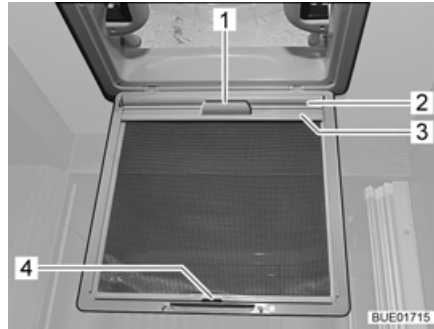

Bild 113 Mörklägningsrullgardin (taklucka)
- Drag ut mörklägningsrullgardinen (Bild 113,2) med handtaget (Bild 113,1) och haka i fästlisten (Bild 113,3) i kroken (Bild 113,4) på insektsskyddet.
- Lossa fästlisten (Bild 113,3) från kroken (Bild 113,4) och dra långsamt tillbaka mörklägningsrullgardinen (Bild 113,2) med handtaget (Bild 113,1).